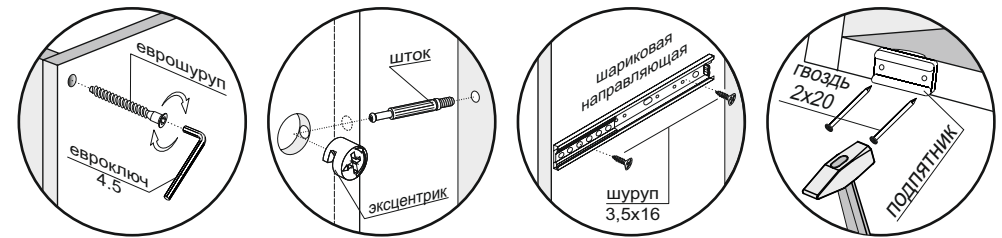

Рис.1
- Гвоздями 2х20 прибить подпятники к боковинам (1) и цоколям (6) (рис.1).
- К боковинам (1) и поперечине (5) крепить направляющие, используя шурупы 3,5х16 (рис.1).
- Соединить крышу (2), боковины (1), поперечины (4,5) и стяжки (3), с помощью еврошурупов, эксцентриков и шкантов (рис.1).
- Замерить диагонали секции (они должны быть равны: +/- 2мм). Прибить гвоздями 2х20 заднюю стенку, состоящую из ХДФ (7) (рис.1).